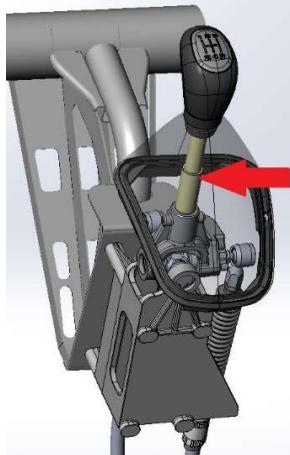
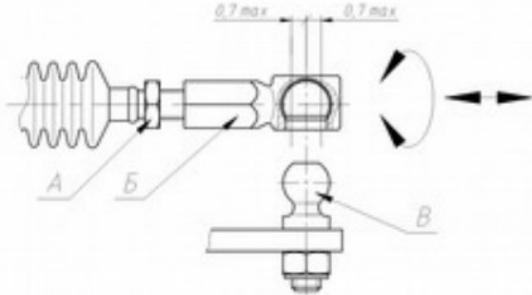

Рис. 16
Рис. 17
1.4.6	<p>Предварительно установить рычаг ПП в нейтральное положение (Рис. 16). Допускается применение технологических приспособлений, обеспечивающих неподвижность рычага ПП в нейтральном положении.</p> <p>После фиксации корпуса троса в кронштейне, проверить совпадение осей наконечника троса Б (Рис. 17) и сферического пальца В. Положение наконечника при проверке определяется как средняя точка между двумя крайними положениями свободного хода (люфта) троса. (наконечник троса включения навинчиваются на 4 – 5 оборотов). Отклонение осей не должно превышать 0,7мм в каждую сторону (1/2 витка наконечника).</p> <p>При необходимости, провести регулировку наконечника Б при ослабленной контргайке А.</p>